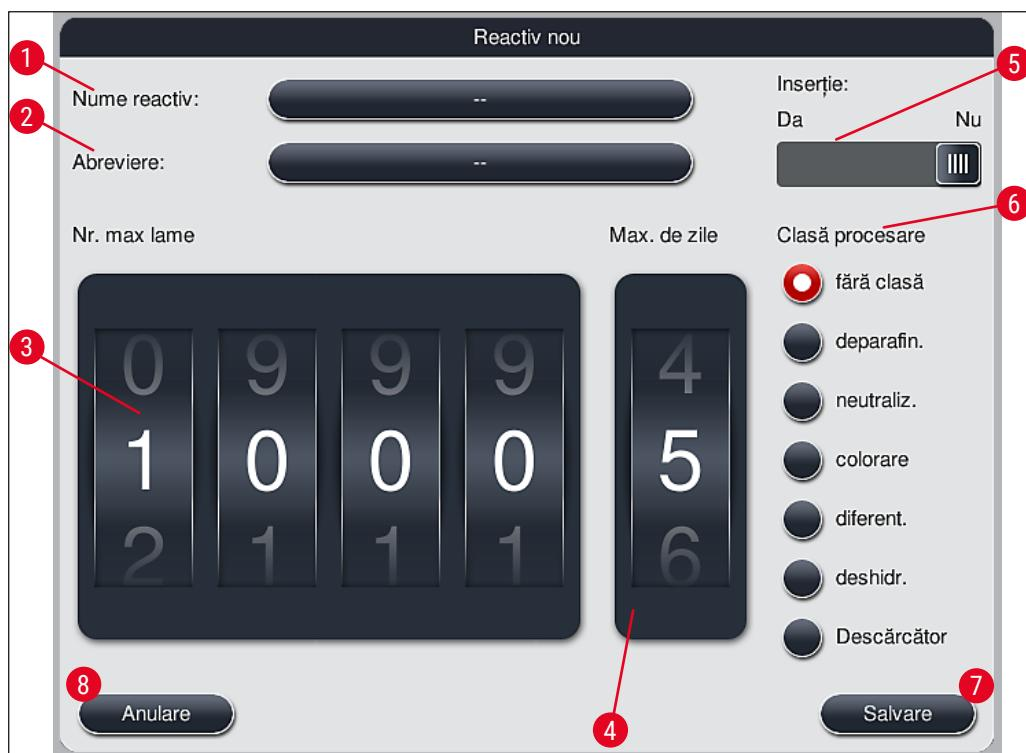

Fig. 39
- Se deschide fereastra de introducere (→ "Fig. 39") pentru reactivul nou de creat.